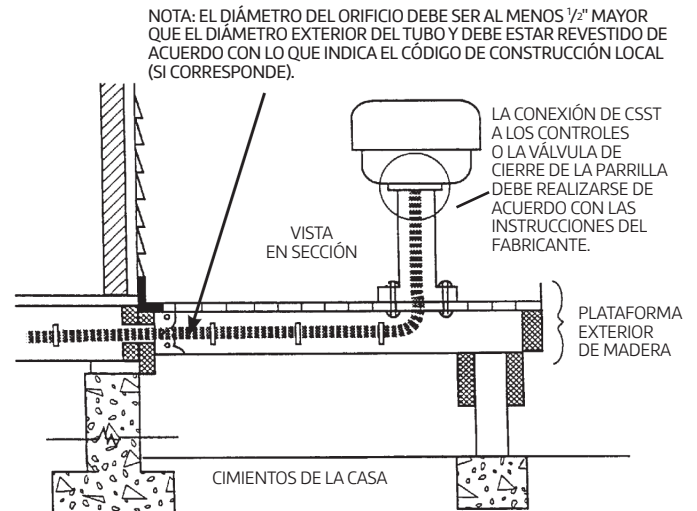

Figura 4.21
- B. Las parrillas instaladas de forma permanente en plataformas se deben conectar al sistema de CSST como se muestra en la figura 4.21 y de acuerdo con las instrucciones del fabricante. La parte exterior del sistema de CSST deberá colocarse contra el costado de las vigas de la plataforma interior.
- C. Las farolas exteriores instaladas de forma permanente en plataformas se deben conectar al sistema de CSST de la misma manera que las parrillas montadas de forma permanente, como se muestra en la figura 4.21 y de acuerdo con las instrucciones del fabricante.